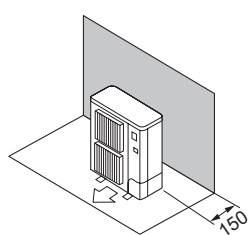

Fig. 2-3
① Obstacles à l'arrière (Fig. 2-3)